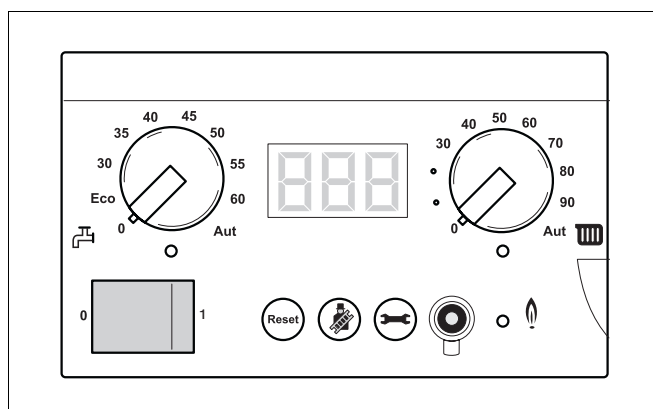

Fig. 73 Întrerupeți alimentarea cu tensiune a instalației de încălzire
- Întrerupeți alimentarea cu tensiune a instalației de încălzire (Fig. 73).